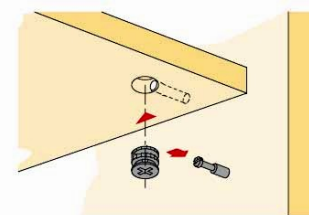

Рис. 3 Схема установки эксцентрика
2. На детали 3, 4 устанавливаем соединительные болты эксцентрики (А) (см. рис. 3);